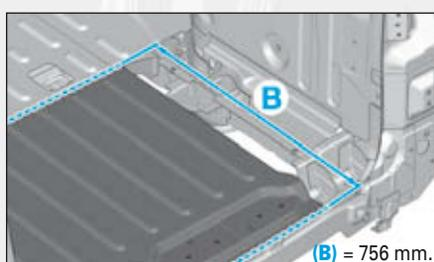

FIG.221
- Tracer puis découper à l'aide d'une scie avec (B) = 756 mm (Fig.221).